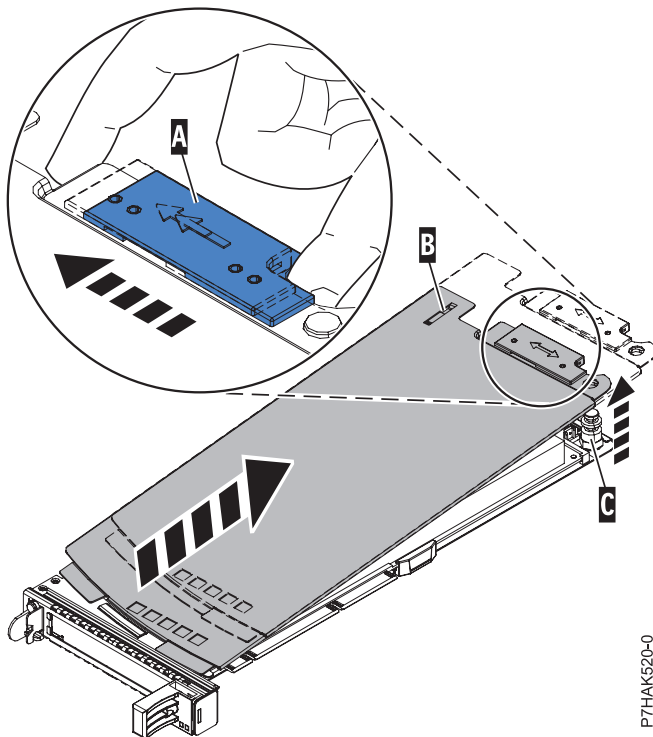

Abbildung 20. Abdeckung der PCIe-Adapterkassette ausbauen
- a. Verschieben Sie die Abdeckungsverriegelung (A) so, dass sie sich von dem Drehstift (C) löst (siehe Abb. 20 auf Seite 20).
- b. Heben Sie die Abdeckung (B) von dem Drehstift (C) ab.